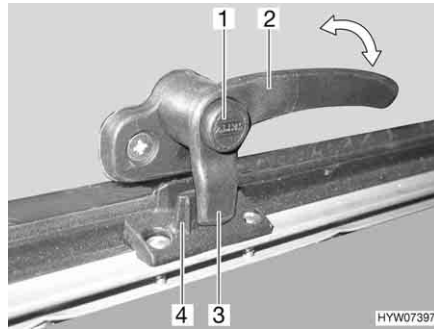
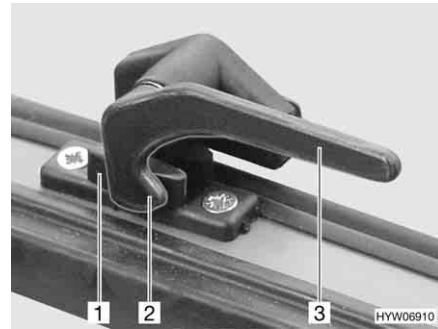

Fig. 78 Palanca de bloqueo con botón de seguridad en la posición de "cerrado"
Fig. 79 Palanca de bloqueo en la posición de "cerrado"
- Si existe, pulsar el botón de seguridad (Fig. 78,1) y mantenerlo pulsado.
- Girar la palanca de bloqueo (Fig. 78,2 ó Fig. 79,3) un cuarto de vuelta hacia la mitad de la ventana.
- Girar la palanca de bloqueo (Fig. 78,2 ó Fig. 79,3) un cuarto de vuelta hacia el marco de la ventana. El saliente de bloqueo (Fig. 78,3 ó Fig. 79,2) de la palanca de bloqueo se encuentra en la cara interior del bloqueo de la ventana (Fig. 78,4 ó Fig. 79,1).
- En la posición "cerrada fijamente" (Fig. 78 y Fig. 79)